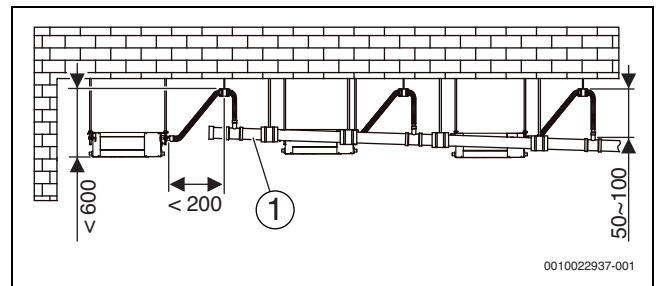
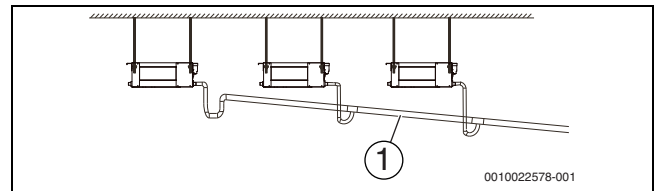

Рис. 17 Установка и габариты дренажного трубопровода с водяным насосом (мм)
Рис. 18 Монтаж сливного трубопровода без водяного насоса
7. Установите дренажные трубы, как показано на рис. 17 (с водяным насосом) и рис. 18 (без водяного насоса). Выходное отверстие дренажного трубопровода не должно находиться выше, чем высота сброса воды; наклон трубы должен составлять не менее 1/100.